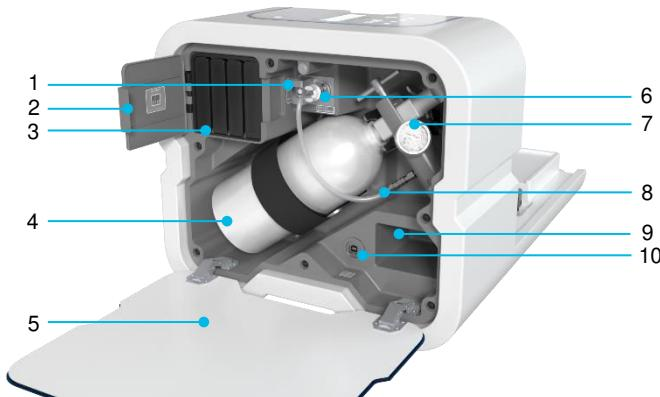

Figure 4 : Vue intérieure du compartiment du dispositif Kidney Assist Transport
- Ouvrez la porte du compartiment (figure 4, élément 5), en appuyant doucement sur le dessus, pour accéder au compartiment d'oxygène et des batteries.
- Ouvrez la porte du compartiment des batteries (figure 4, élément 2). Placez quatre batteries entièrement chargées (figure 4, élément 3). N'utilisez que des batteries compatibles fournies par XVIVO. Vérifiez la charge de chaque batterie en appuyant sur le symbole « push » de la batterie. Chaque LED représente 25 % de capacité.
- Connectez le régulateur d'oxygène (figure 4, élément 7) à une bouteille d'oxygène entièrement remplie (figure 4, élément 4) en serrant manuellement le filetage du régulateur. Assurez-vous que le joint du cylindre a été retiré. De plus,
- Le régulateur d'oxygène doit être connecté, via la conduite d'oxygène (figure 4, élément 8), au raccord d'oxygène avec soupape de sécurité (figure 4, élément 6) du dispositif.
- L'oxygène peut être fourni par l'alimentation de l'hôpital : connectez une conduite d'oxygène au raccord d'oxygène (figure 4, élément 6). Assurez-vous que le débit d'oxygène est réglé sur 0,1 l/min et ne dépasse pas les valeurs nominales indiquées sur l'étiquette à côté du connecteur.